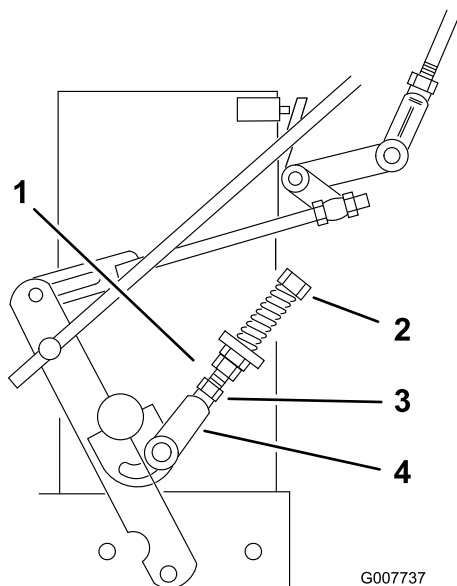

Figura 32
9. Se la ruota gira mentre la leva della trazione è trattenuta in posizione di folle, è necessario regolare il tirante del comando di folle (Figura 32). Se la ruota di ferma passate al punto 12.
10. Allentare il dado contro la forcella del tirante del comando di folle (Figura 32).
11. Regolare il tirante del comando di folle finché la corrispondente ruota motrice non si ferma, quando la leva della trazione viene tirata contro la molla di folle (posizione folle) (Figura 32).
12. Girate il bullone di regolazione di circa 1/4 di giro in senso orario se la ruota gira all'indietro o di circa 1/4 di giro in senso antiorario se la ruota gira in avanti (Figura 32).